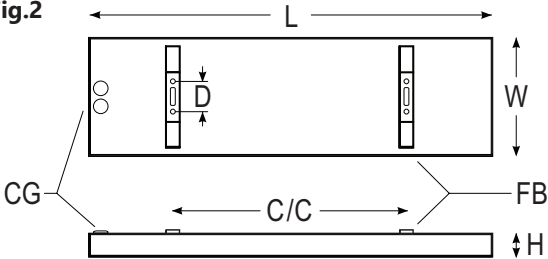

Fig.3
2. The supplied ceiling/wall brackets should be mounted with a C/C distance, see fig.2 and table. The brackets can be angled in different positions, when wall mounted. There are two mounting holes per ceiling bracket, where "D" is the distance between the holes, fig.3. The fixing brackets "FB", on top of the heater, is to be hung up and fixed to the ceiling/wall brackets.
2. Ein Satz Decken-/Wandhalterungen wird mitgeliefert. Den Halterungsabstand „C/C“ entnehmen Sie fig.2 und der Tabelle. Die Halterung von der Wandmontage kann in bestimmte Grade eingestellt werden. Jede Deckenhalterung hat zwei Montagelöcher. In fig.3 ist „D“ der Abstand zwischen den Löchern. Die Montage-Halterungen „FB“ an der oberen Seite des Geräts ist sind gemeint für zur Befestigung an der den Wand- oder Deckenhalterungen vorgesehen.
2. Un jeu de supports de montage est inclus avec la livraison. La distance d'installation «C/C» doit être respectée, voir la fig.2 et le tableau. Les supports peuvent être tournés pour un montage mural. Il y a deux trous de montage par support de montage (plafond). «D» est la distance entre les trous (fig.3). Le support de montage «FB» sur le chauffage est destiné à être fixé aux supports de plafond / mur.
2. Met de levering is een set montagebeugels inbegrepen. De montageafstand "C/C" dient in acht te worden gehouden, zie fig.2 en de tabel. De beugels kunnen gedraaid worden voor wandmontage. Er zijn twee montagegaten per montagebeugel (plafond). "D" is de afstand tussen de gaten (fig.3). De montagebeugel "FB" op de heater zijn voor de bevestiging aan de plafond / wand beugels.